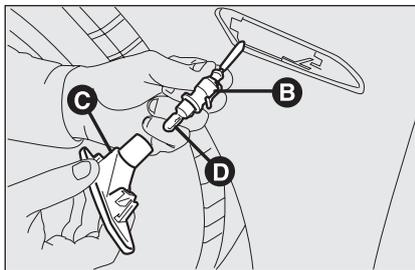

fig. 28
- ruotare in senso antiorario il portalampada **B-fig. 28** ed estrarlo dal trasparente **C**.